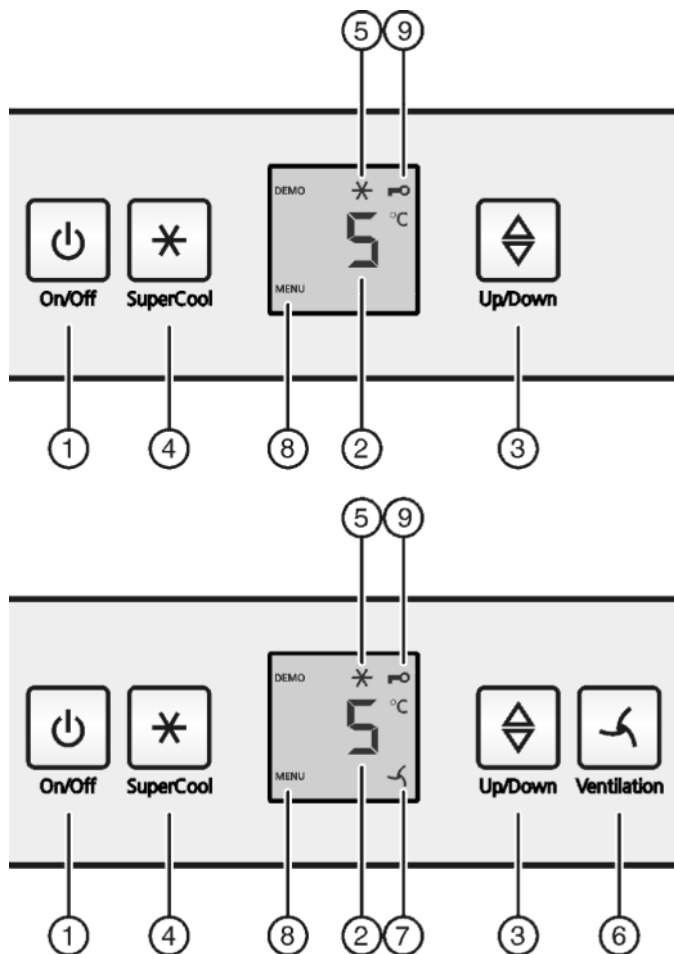

Fig. 2
- ▶ Натисніть клавішу On/Off. Fig. 2 (1).
- ▶ натисніть кнопку «SuperCool» Fig. 2 (4) і утримуйте її приблизно 5 секунд.
- ▷ На індикаторі відображається символ «Меню» Fig. 2 (8).
- ▶ Для підтвердження натисніть і відпустіть кнопку «SuperCool» Fig. 2 (4).
- ▷ На індикаторі світиться символ «Захист» Fig. 2 (9).
- ▶ Натисніть і відпустіть клавішу «On/Off». Fig. 2 (1).
- ▶ Виклик функції регулювання температури: натисніть кнопку настройки *Fig. 2 (3)*.
- ▶ Зміна значення температури на 1 °C: натискайте кнопку настройки *Fig. 2 (3)*, доки на індикаторі температури не висвітиться потрібна температура.
- ▶ натисніть і швидко відпустіть клавішу SuperCool *Fig. 2 (4)*.
- ▷ Світиться символ SuperCool *Fig. 2 (5)*.
- ▷ Вимикається символ SuperCool *Fig. 2 (5)*.
- ▶ Натисніть і швидко відпустіть клавішу "Вентилятор" *Fig. 2 (6)*.
- ▷ Світиться символ "Вентилятор" *Fig. 2 (7)*.
- ▷ Гасне символ "Вентилятор" *Fig. 2 (7)*.